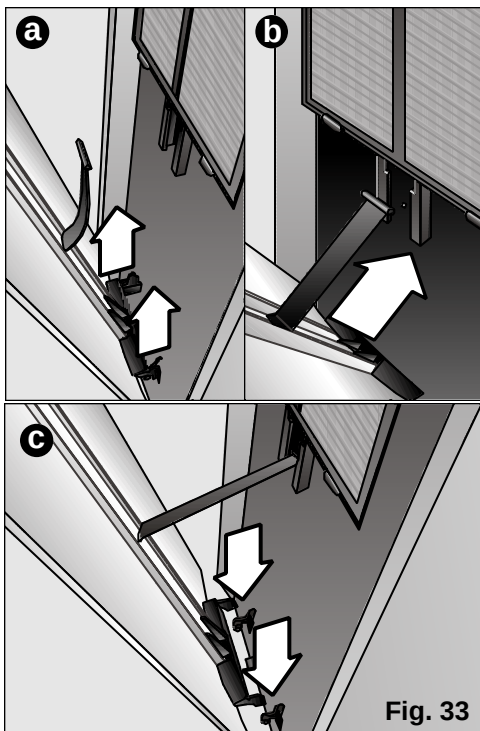

Fig. 33
- 1º Levantar la puerta hasta sacarla de los apoyos inferiores, (Fig. 33: a).
- 2º Posicionar el clip de plástico en la ranura frontal del equipo (en forma de T) y deslizarlo hacia abajo hasta el tope de seguridad, (Fig. 33: b).
- 3º Colocar las patillas inferiores de la puerta en los topes frontales del equipo con cuidado para evitar que la patilla de plástico colocada en el paso anterior se salga de su ubicación, (Fig. 33: c).